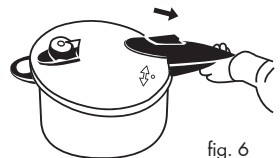

fig. 6
3. Skub låsen bagud mod mærket på lågets håndtag for at sikre, at den er helt lukket (fig. 6).